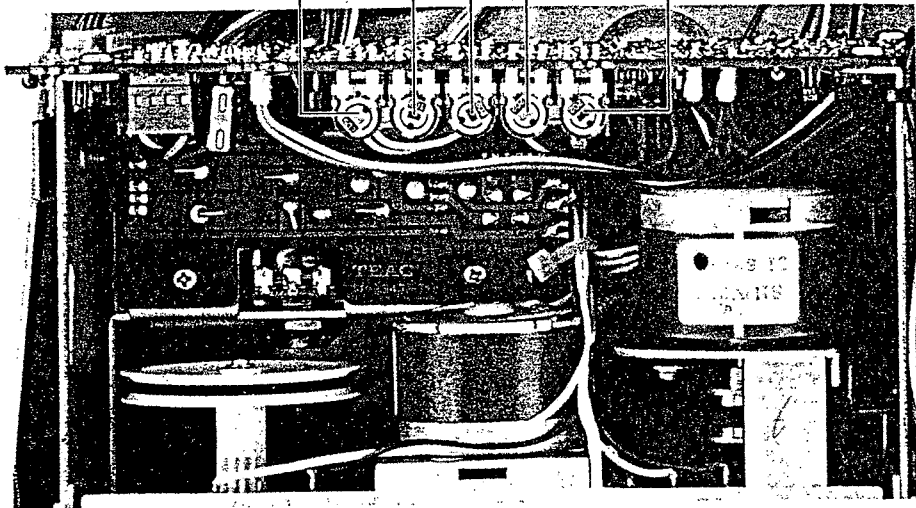

Fig. 5-3
1. With the deck in STOP mode, adjust the trim pot R547 (Fig. 5-3) so that the head base comes to the lowest position.
1. ストップ・モード時に、ヘッド・ベースが最も下方にくるように半固定抵抗 R547 (図5-3) を調整する。
- Run the deck in the F.F. (fast forward) or REW (rewind) mode and adjust the trim pot R544 (Fig. 5-3) so that the following two conditions are obtained.
- Load a prerecorded tape. Make sure cue signal is developed when the FF or REW button is pushed with the PAUSE mode set. If the cue signal is not developed or the level is excessively low, adjust the trim pot R546 (Fig. 5-3).
- F.F. (早送り) または RWD (早巻戻し) モード中に下記の状態が得られるように半固定抵抗 R544 (図 5-3) を調整する。
- 録音済みのテープを挿入する。ポーズ・モードにして FF ボタンまたは REW ボタンを押した時にキュー信号が出るかどうか確認する。キュー信号が出ないかまたは信号レベルが極端に低い場合は、半固定抵抗 R546 (図 5-3) を調整する。
2. If the take-up torque is out of the limits, adjust the trim pot R537 (refer to Fig. 5-3).
2. もしテイクアップ・トルクが規定値から外れている場合は、半固定抵抗 R537 (図5-3参照) を調整する。